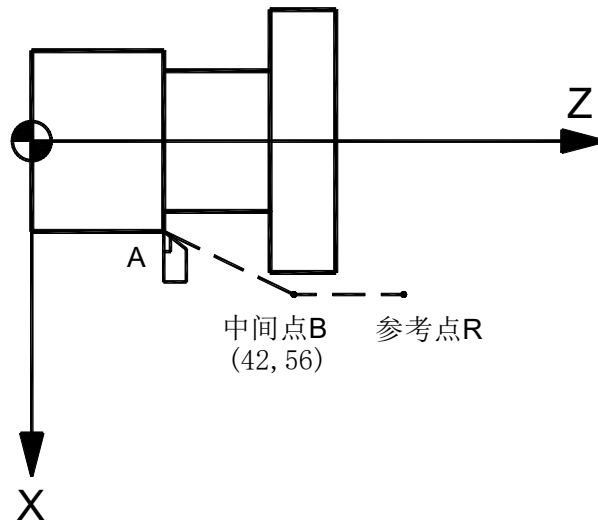

图 2-11
- (1) 以快速回零速度 (由参数 P109 设定) 从当前位置定位到指令轴的中间点位置 (A 点—B 点), 如图 2-11。
- (2) 以快速回零速度从中间点向参考点方向移动 (B 点—R 点)。
- (3) 检测到减速信号后, 低速运行 (由参数 P043 设定) 寻找精定位信号。
- (4) 检测到精定位信号后, 返回零点执行完毕, 回零灯亮。